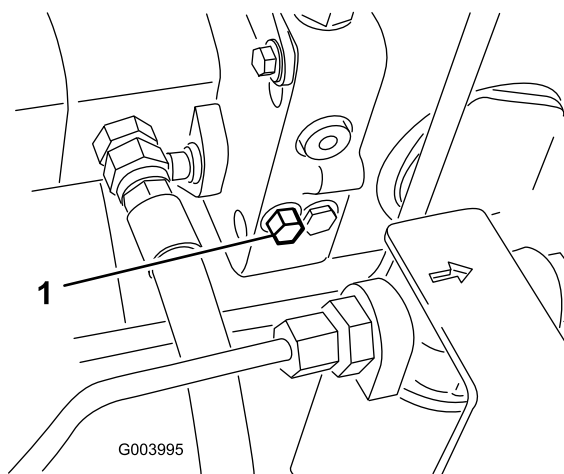

Figura 40
1. A válvula de derivação está localizada no lado esquerdo do hidrostato (Figura 40). Rode o parafuso 1-1/2 voltas para abrir para permitir a passagem do óleo internamente. Após este procedimento, torna-se possível deslocar lentamente a máquina sem danificar a transmissão.